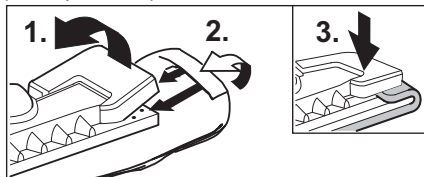

Рис. 12: затягування ганчірки
- Закріпіть ганчірку (H3) на соплі для підлоги (H1). Для цього складіть ганчірку уздовж навпіл та поставте сопло для підлоги. Затягніть виступаючі кінці ганчірки один за одним під затискачі (H2) (див. рис. 12).